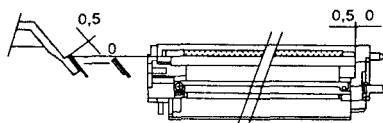

Рис. 7.15
12. Спиртом очистите поверхность картриджа, на которую приклеивается лезвие узла девелопера. Затем осторожно приклейте новое лезвие, как показано на рис. 7.15. Проверьте состояние лезвия после приклеивания. Его поверхность не должна быть волнистой, и клей не должен выступать на самом лезвии.
14. Очистите от остатков тонера емкость для отработанного тонера, установите ее на тонер-картридж и зафиксируйте винтом (рис. 7.15).